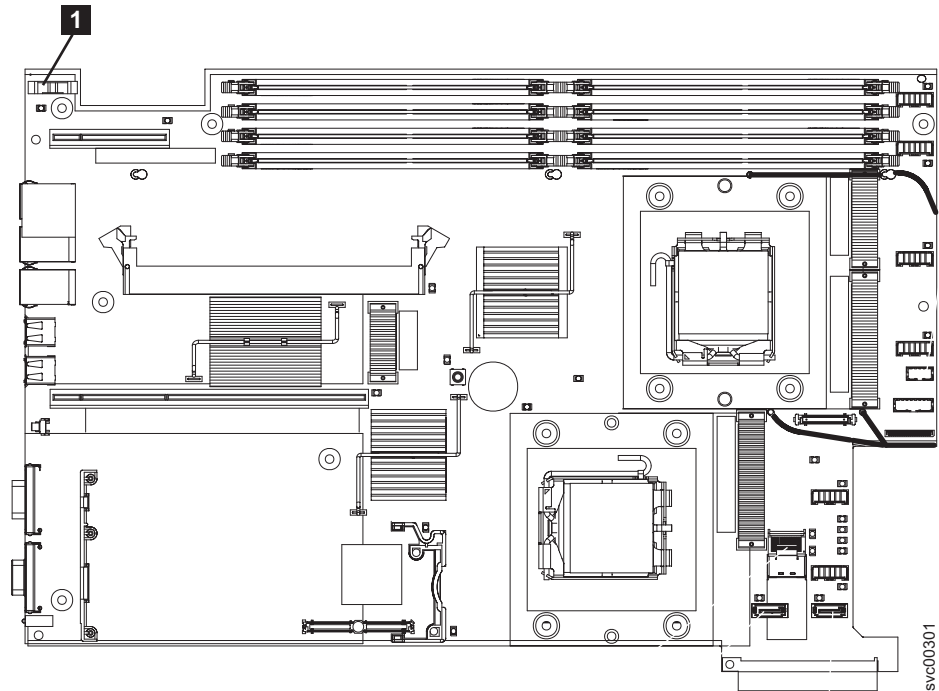

図 132. SAN ポリユーム・コントローラー 2145-8G4の CMOS バッテリー・ホルダーの位置
3. バッテリー **1** をシステム・ボード上で見つけます。479 ページの図 132 には、このバッテリーのロケーションを記載してあります。